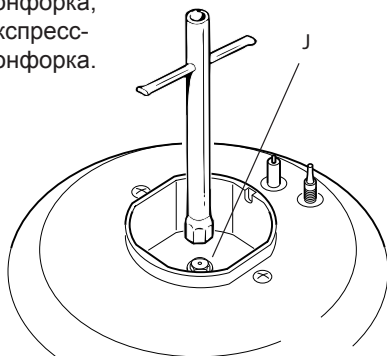

Рис. 8.4
- С помощью жесткого ключа замените старые форсунки на новые "J" (Рис. 8.4 - 8.5), специально спроектированные для использования нужного Вам газа (См. Таблицу на стр. 78).